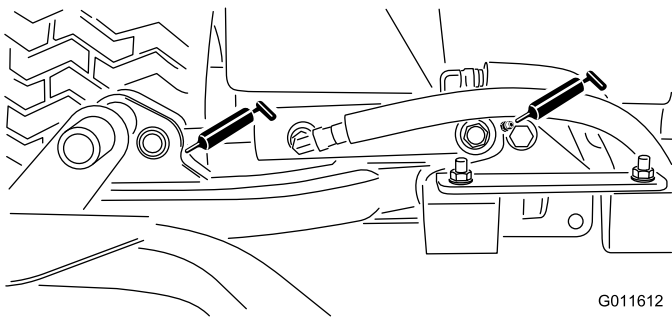

Figura 31
- Cilindros del brazo de elevación de la unidad de corte (2 en cada) (Figura 31)
- Pivotes del brazo de elevación (1 en cada) (Figura 31)